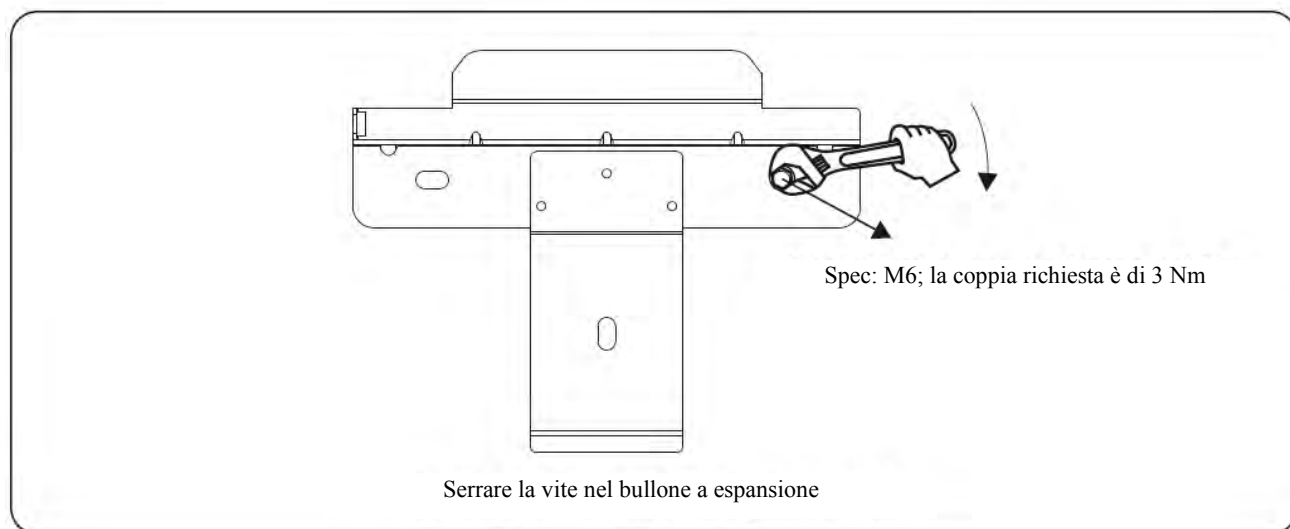

Figura 4.13 Fissaggio del pannello posteriore
**Fase 5** Allineare il pannello posteriore con i fori, inserire i bulloni di espansione nei fori attraverso il pannello reale e serrare i bulloni di espansione a una coppia di 3 Nm utilizzando una chiave a bussola, come mostrato nella Figura 4.13.